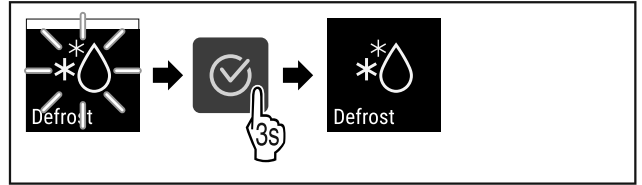

Fig. 87
- ▶ Atlikite veiksmus (žr. Fig. 87) .